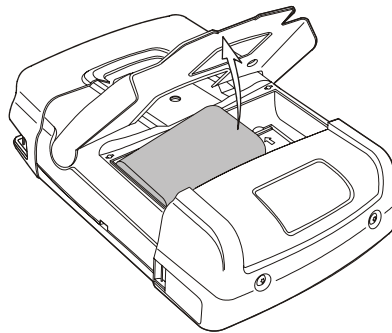

Figura 4-5. Retirada de la batería
- Levante un lado de la batería y extráigala (figura 4-5)